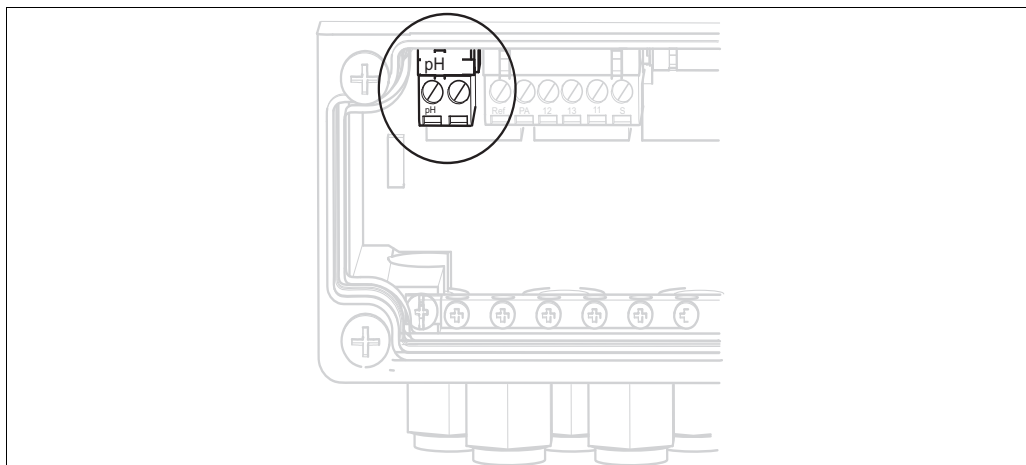

Fig. 28: Zacisk pH w pokrywie obudowy
3. Usunąć, znajdujący się w pokrywie, zacisk "pH" i zastąpić go dostarczonym zaciskiem "DRN" / "SRC" (patrz Rys. 28).